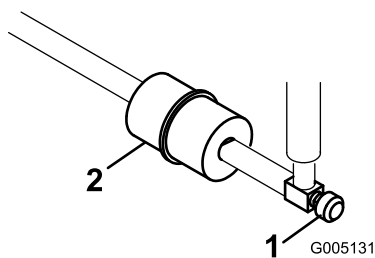

Bild 50
In die Kraftstoffleitung ist zwischen dem Kraftstofftank und dem Vergaser ein Filter eingebaut (Bild 50). Tauschen Sie diesen Filter alle 800 Betriebsstunden oder vorher aus, wenn der Kraftstofffluss beeinträchtigt wird. Stellen Sie sicher, dass der Pfeil am Filter vom Kraftstofftank weg ausgerichtet ist.
1. Schließen Sie den Kraftstoffhahn, lockern die Schlauchklemme an der Vergaserseite des Filters und ziehen die Kraftstoffleitung vom Filter ab (Bild 50).
2. Stellen Sie eine Auffangwanne unter den Filter, lockern die verbliebene Schlauchklemme und entfernen den Filter (Bild 50).